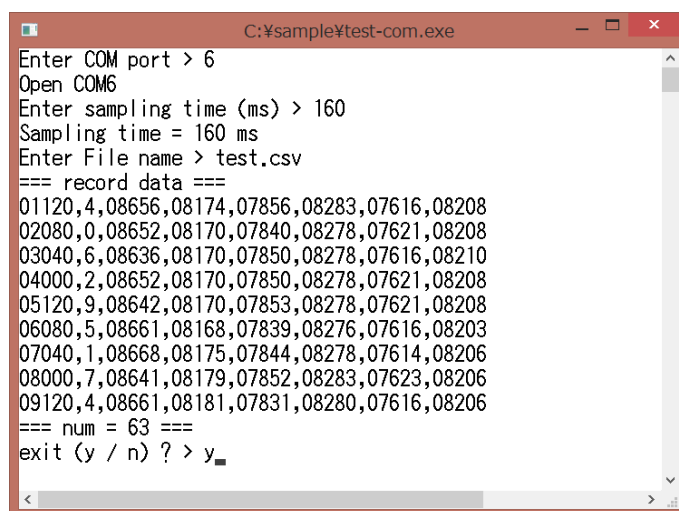

図 6. 5 実行結果
(5) 保存されたファイルを Excel で開いたものが図 6. 6 です。経過時間、レコード番号、Fx～Mz 検出値が格納されています。